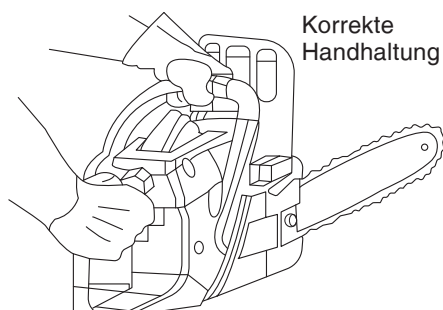

Abb. 11
•Halten Sie die Säge mit beiden Händen fest. Halten Sie Ihre linke Hand immer am vorderen Handgriff und Ihre rechte Hand am hinteren Handgriff, sodass sich Ihr Körper links von der Kettenlinie befindet (Abb. 11). Verwenden Sie diese Handhaltung auch dann, wenn Sie Linkshänder sind.